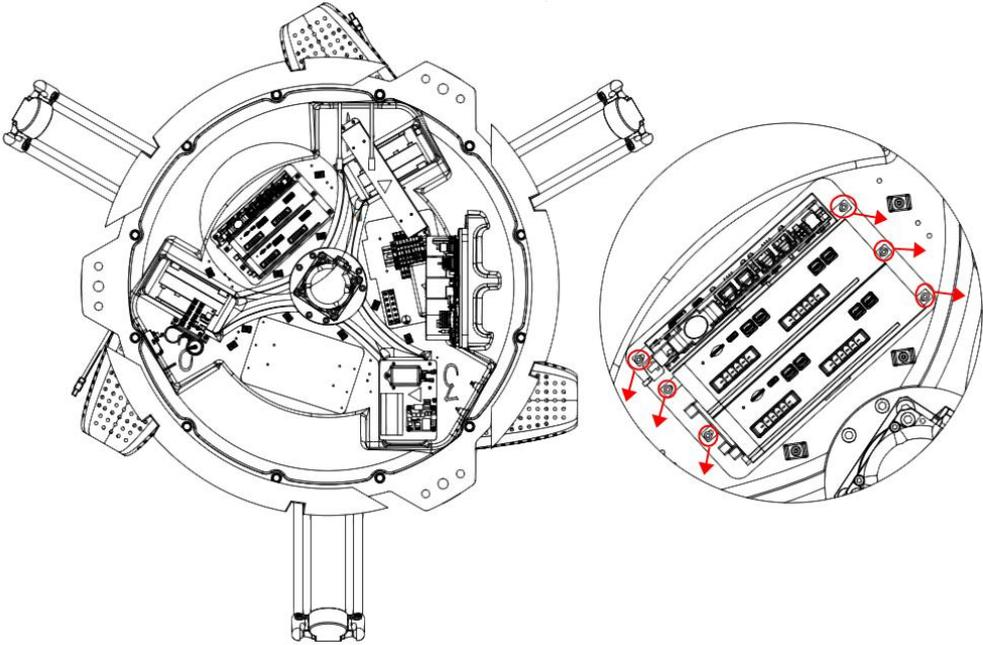

图 4-6 拆卸内六角螺钉
- 步骤3** 拆卸控制器固定连接件上螺钉，将控制器从控制柜中拆出，如图 4-6 所示。